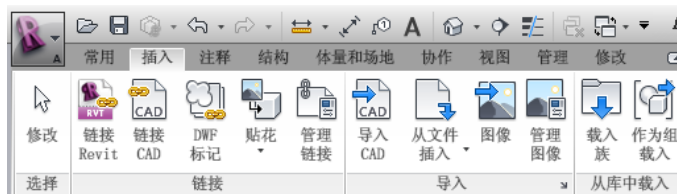

图 2-22
- 4) 单击“插入”选项卡>“从库中载入”面板>“载入族”工具，在弹出的“载入族”对话框中选择光盘中的“第2章 方案阶段的户型设计”下的“案例所需文件”文件夹中的族文件“M\_门联窗”与“M\_推拉门\_双开”（按键盘上 Ctrl 键可多选，一次载入多个族文件）并单击右下角“打开”按钮（如图 2-22 所示）。